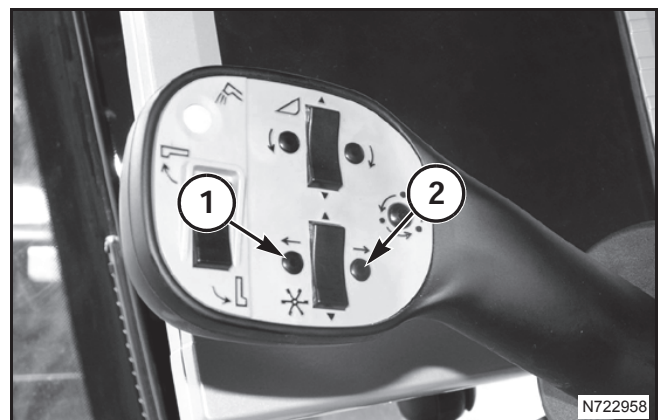

FIG. 32
FIG. 32: Con el botón de posición del ángulo de la plataforma seleccionado, los botones para avanzar y retroceder el molinete son utilizados para inclinar la plataforma, de manera de ajustarla a las condiciones del terreno. Presione el botón izquierdo (1) para inclinar la plataforma hacia adelante en la dirección de la barra de corte. Presione el botón derecho (2) para inclinar la plataforma hacia atrás, en la dirección de la abertura del canal.